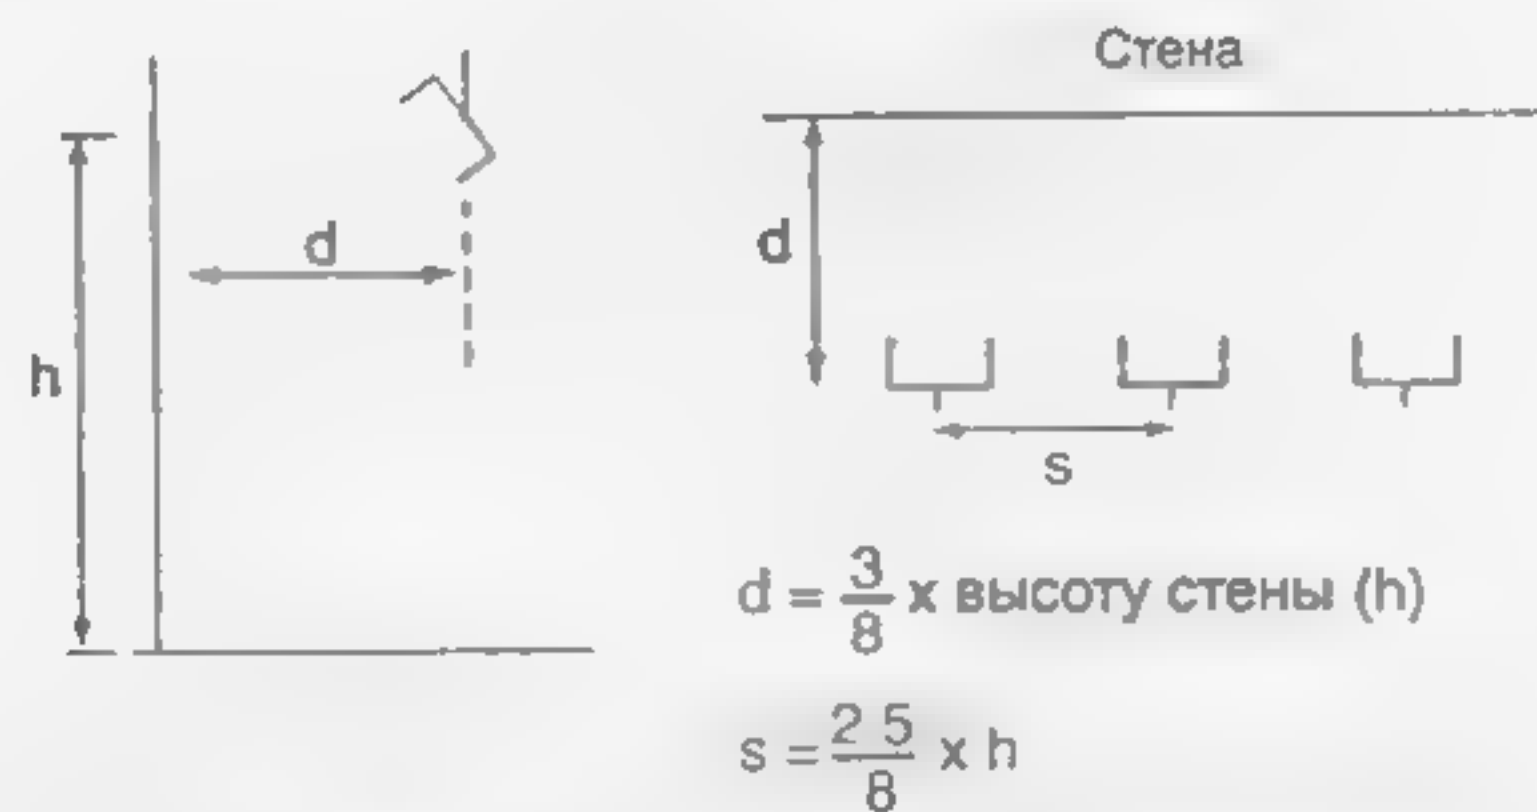

Рис. 9.48 Диаграмма установки верхней циклоамы
Запомните, что фон у горизонта должен быть наиболее ярким, а наиболее темным наверху, в соответствии с синим цветом неба. Аналогично в естественном интерьере стены становятся темнее к потолку, и если скопировать этот эффект, то можно создать впечатление света от потолка, как бы находящегося за кадром (рис. 9.48).
**Напольные светильники**, позволяющие высветить вертикальные поверхности с нижнего уровня съемочного павильона, выпускаются как в виде отдельных единичных приборов, так и в виде единой арматуры с четырьмя единичными приборами, которая обеспечивает возможность смешения цвета (рис. 9.48). В типовых приборах, составляющих единую арматуру, используются 500-ваттные или 625-ваттные лампы. Единичные приборы смонтированы с определенным интервалом между ними для получения равномерного распределения света. Такая конструкция показана на рисунке 9.49.